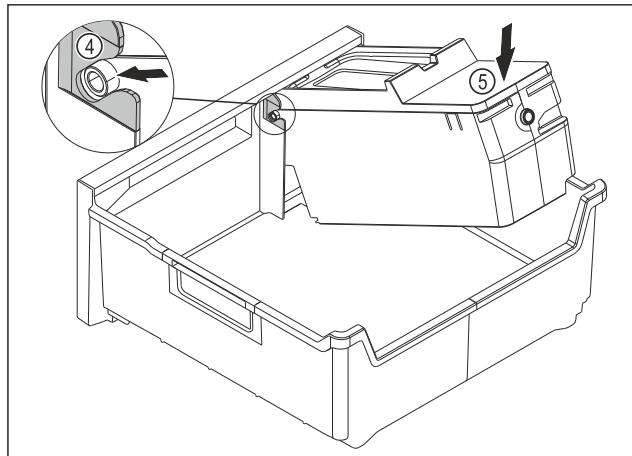

Fig. 82
- Monter le corps de l'EasyTwist-Ice : Insérer les axes du corps de l'EasyTwist-Ice dans les guides Fig. 82 (4).
► Appuyer l'arrière du corps de l'EasyTwist-Ice Fig. 82 (5) vers le bas.